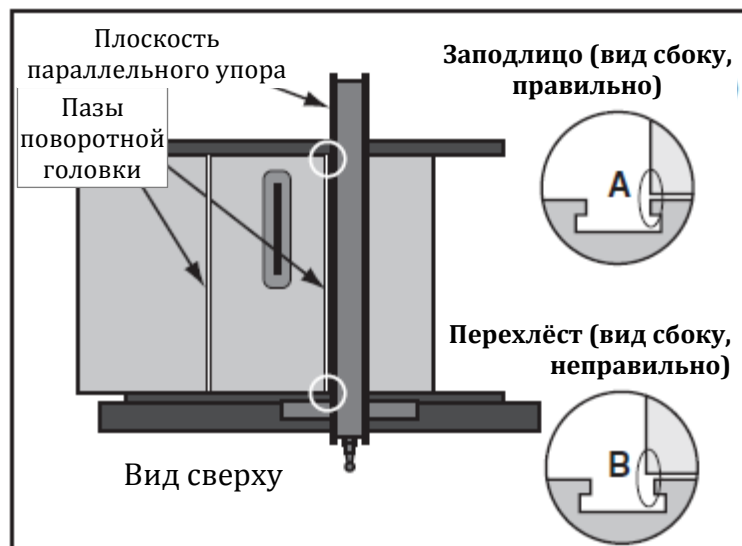

Рис. 80. Регулировка параллельного упора по пазу поворотной головки
5. Сдвинуть параллельный упор к правому краю паза поворотной головки, как показано на рис. 80, и зафиксировать его.
- Если параллельный упор и паз поворотной головки заподлицо по всей длине, как показано на рис. 80А, перейти к шагу 8.
- Если задняя часть параллельного упора перехлёстывает паз поворотной головки, как показано на рис. 80В, то параллельный упор не выровнен. Перейти к шагу 7.